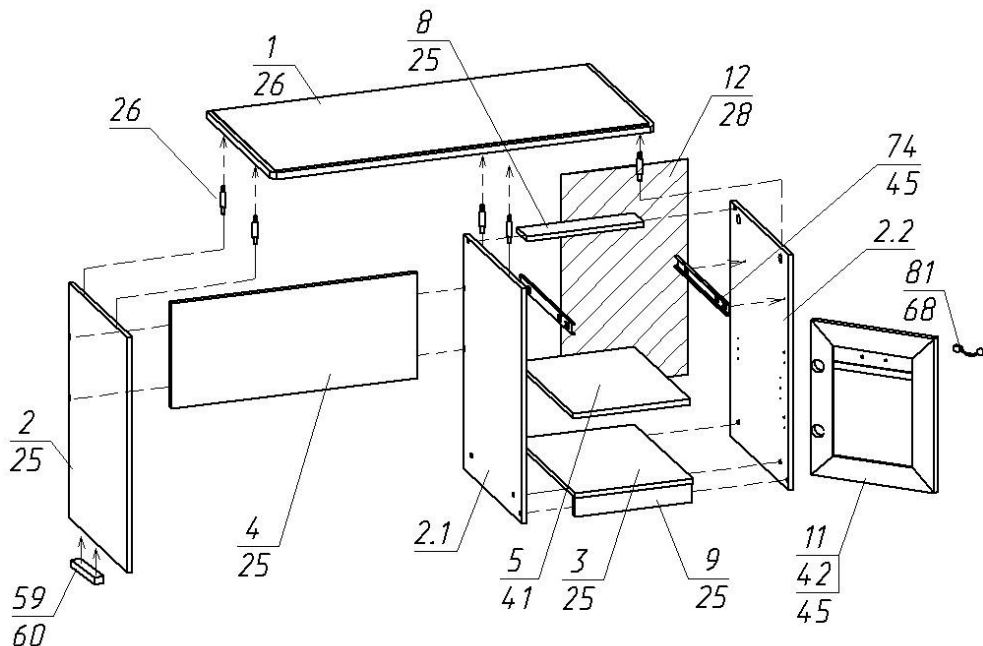

Рис. 5
1. Разъедините телескопический механизм шариковой направляющей, нажав на рычаг (рис.5).